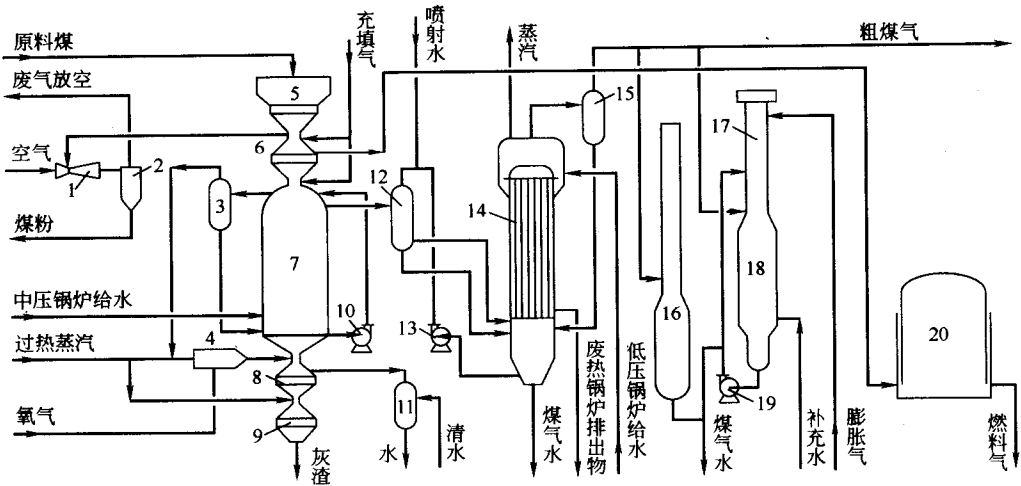

图 2-1-8 固定层加压连续气化工序流程
(2) 碎煤固定层连续气化工工艺流程 我国以半无烟煤为原料的大型氨厂，所用固定层加压连续气化工工艺流程，也称为加压鲁奇气化法，该流程如图 2-1-8 所示。